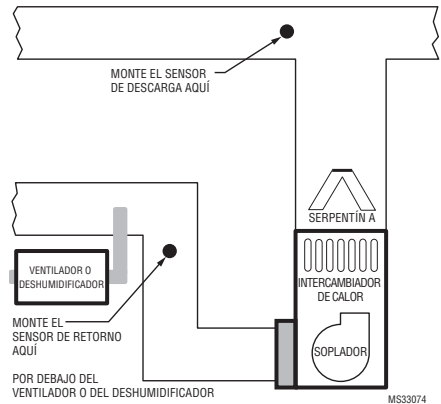

Fig. 1.
Refiérase a las pautas que siguen y la Fig. 1–5 para las ubicaciones de montaje de los sensores de temperatura del aire de descarga y retorno.
1. Monte el sensor de temperatura del aire de descarga en el conducto de suministro en una ubicación donde el aire esté bien mezclado. Siempre que sea posible, no monte el sensor de temperatura del aire de descarga a la vista del serpentín A/intercambiador de calor. Consulte la Fig. 1.
1. Monte el sensor de temperatura del aire de retorno en el conducto de retorno en una ubicación donde el aire esté bien mezclado. Monte el sensor de temperatura del aire de retorno por debajo de un humidificador de desviación, un deshumidificador o un ventilador. Consulte la Fig. 1–5.
1. Refiérase a las Fig. 1–5 para la colocación de los sensores de aire de descarga y retorno.